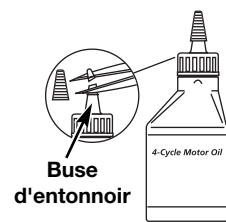

Fig. 1
- Dévisser le bouchon de la bouteille d'huile et retirez le papier couvrant l'ouverture. Remplacez le bouchon. Coupez la pointe de la buse de l'entonnoir (Fig. 1).